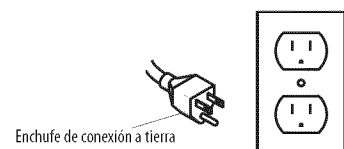

Figura 17 - Conexión correcta del enchufe tipo conexión a tierra de tres espigas
3. Esta podadora debe estar conectada a tierra mientras se la usa para reducir el riesgo de lesión al operador debido a una sacudida eléctrica. La podadora está equipada con un cordón aprobado de tres conductores y un enchufe tipo tres espigas de conexión a tierra para encajarse en el receptáculo apropiado tipo conexión a tierra. El conductor verde o verde y amarillo del cordón es el alambre de conexión a tierra. Nunca conecte el alambre verde o verde y amarillo a un terminal vivo. Vea la Figura 17 para la configuración del enchufe.